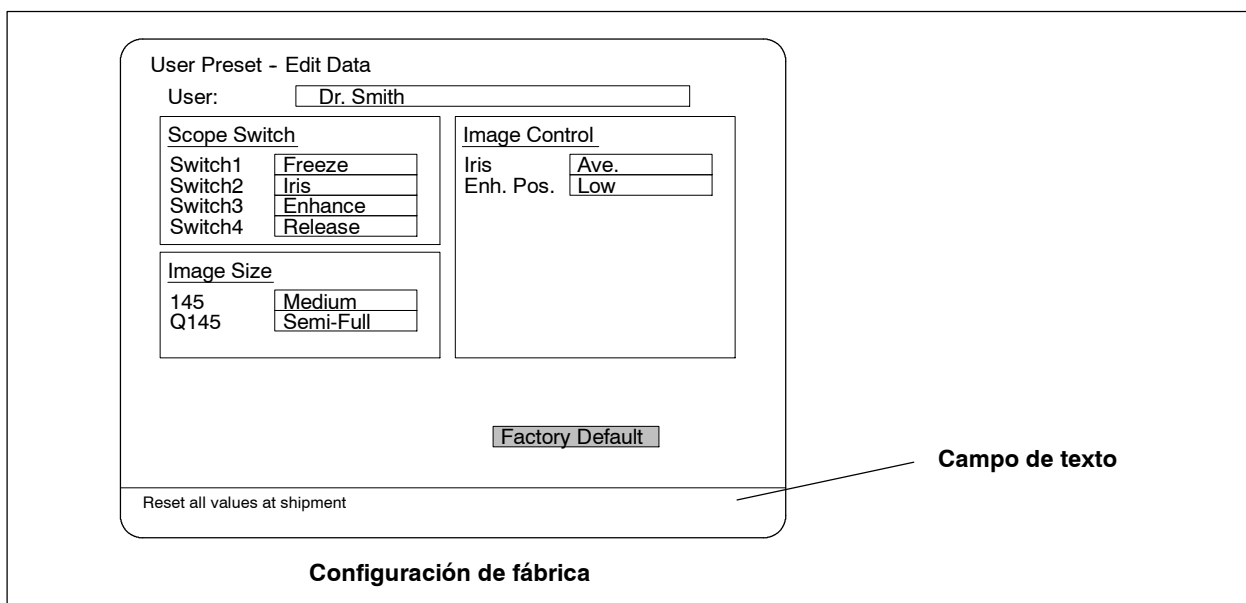

Figura 6.25
- La figura 6.25 muestra la configuración de fábrica.